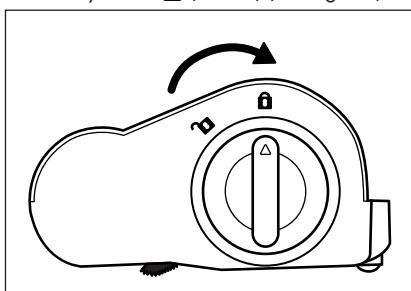

Fig. 29
- 5) Insérez le rouleau de brosse 20 dans la brosse de sol 21 et tournez le dispositif de déverrouillage du rouleau brosse 19 dans le sens du symbole **🔒** (fermer) (voir fig. 29).